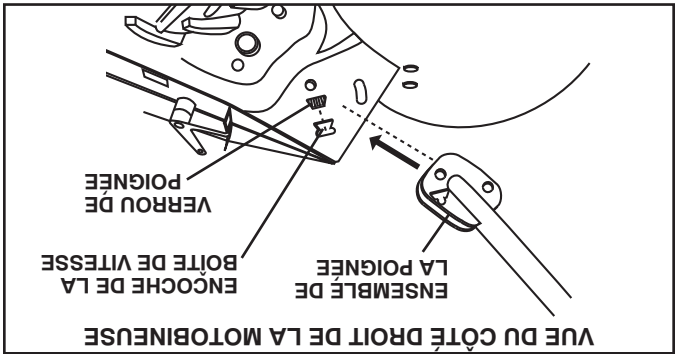

Fig. 3
- **INSTALLER LA POIGNEE (voir les Fig. 3, 4, et 5)**